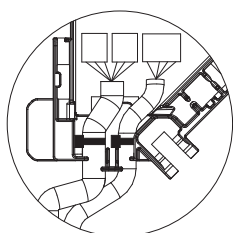

Fig. 5-16
- Kontroller, at båndet, der holder i-See-sensorens og signalmodtagerens tilslutningsledninger fast, er placeret i el-boksen. (Fig. 5-16)